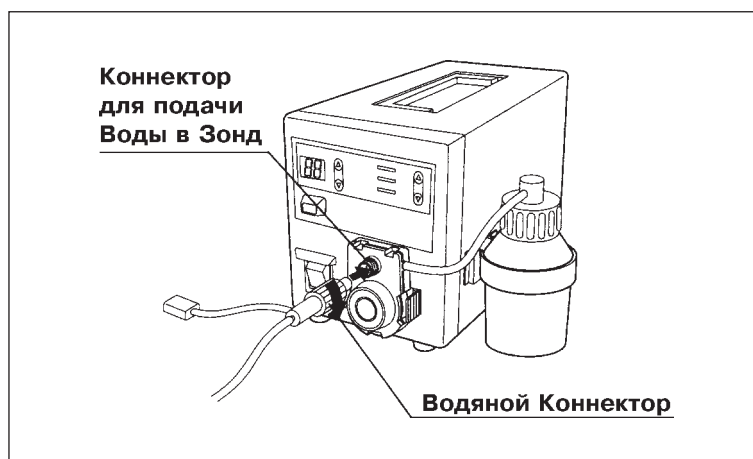

Рис. 3.6.
1. Присоедините Водяной Коннектор ЗОНДА С ТЕРМОКАУТЕРОМ на дистальном конце к Коннектору для подачи Воды на Водяном Насосе. При этом Водяной Коннектор следует поворачивать по часовой стрелке (См. рис. 3.6). При отсоединении Водяной Коннектор следует поворачивать против часовой стрелки.